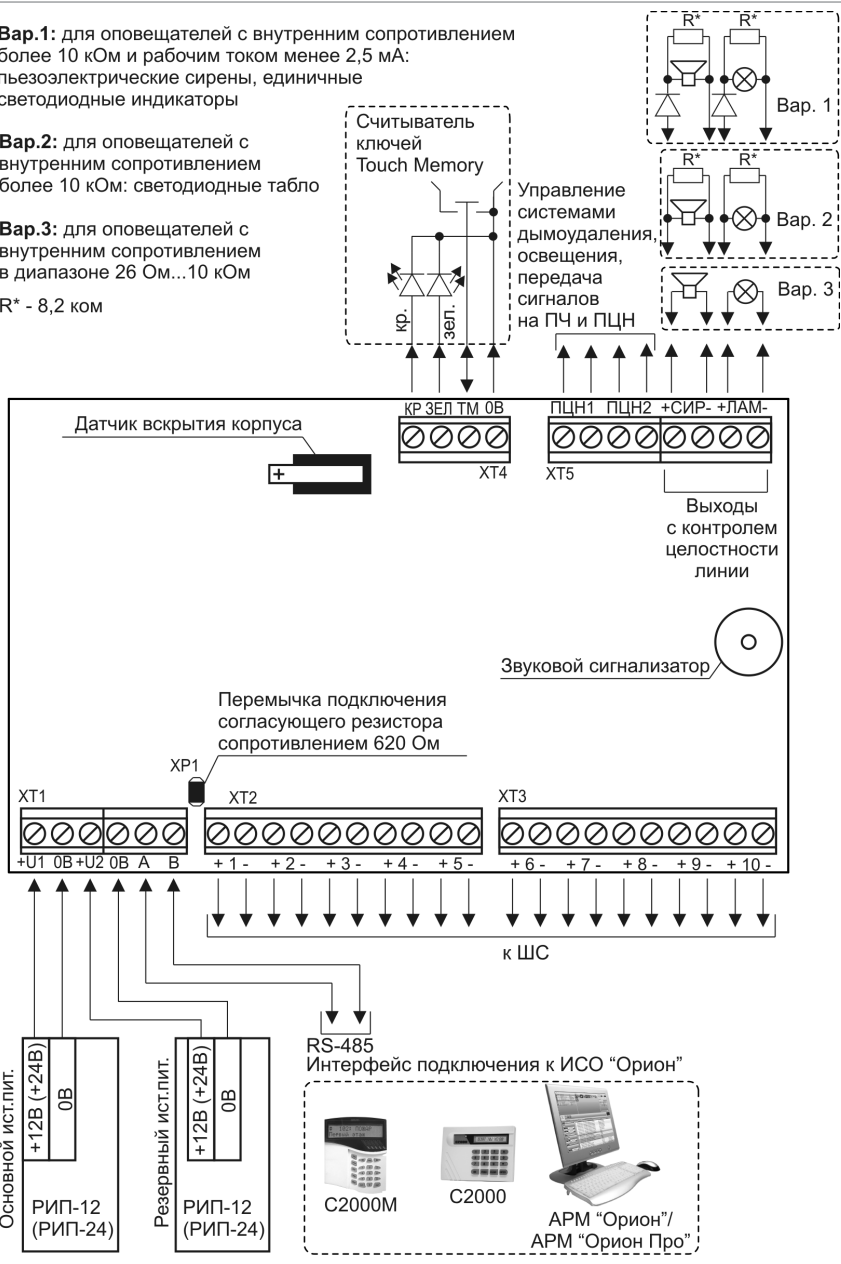

Рисунок 8. Схема внешних соединений прибора «Сигнал-10»
1. Схема внешних соединений прибора приведена на рис. 8.